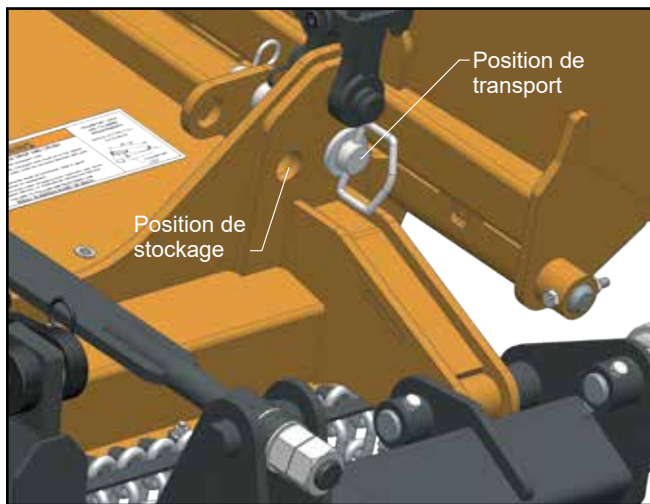

Figure 3. Clavettes de sécurité de transport
5. Abaissez le cylindre contre les goupilles de verrouillage (Figure 3).